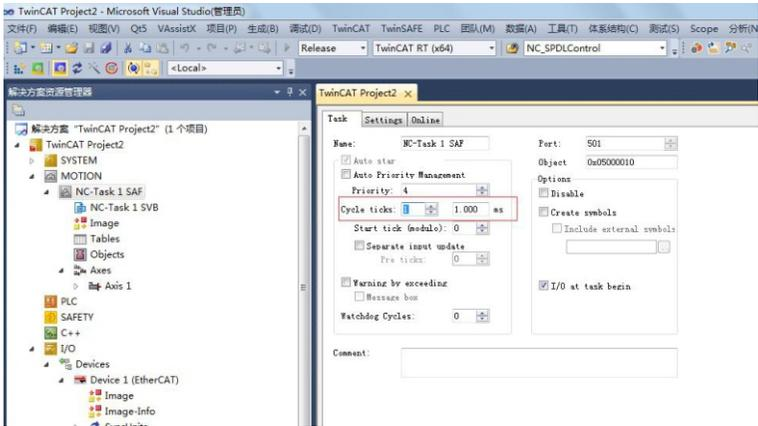
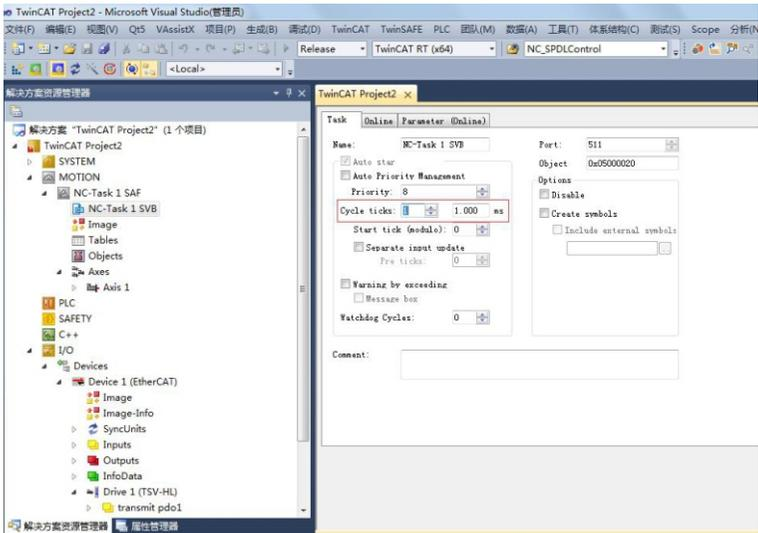

图 8
图 9
7、设置通讯控制周期，NC-task 1 SAF (图 8)，NC-task 1 SVB (图 9)，都是设置成 1ms。